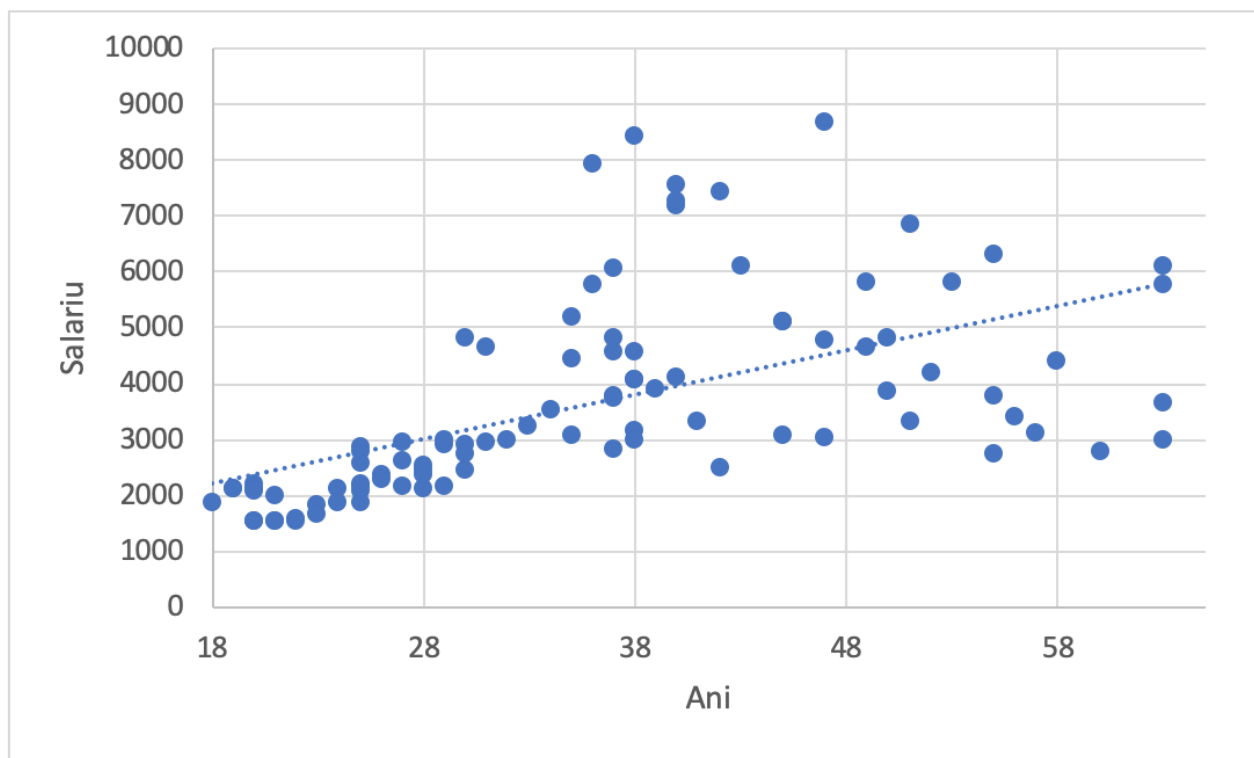

Рис. 1.21 График
- *график* (монограмма, диаграмма, картограмма и т. д.), который содержит изображение изменения одних величин относительно других величин (рисунок 1.21).